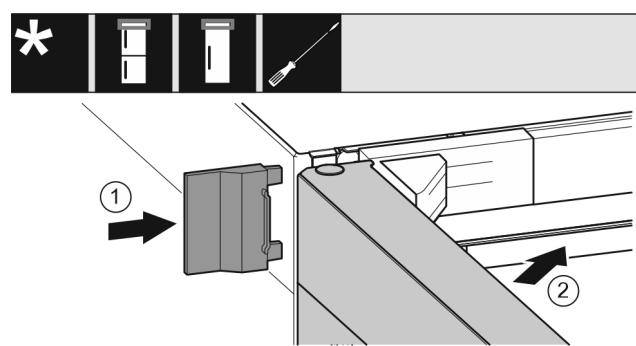

Fig. 21
- ▶ Enfiler le cache extérieur. *Fig. 21 (1)*
► Fermer la porte supérieure. *Fig. 21 (2)*